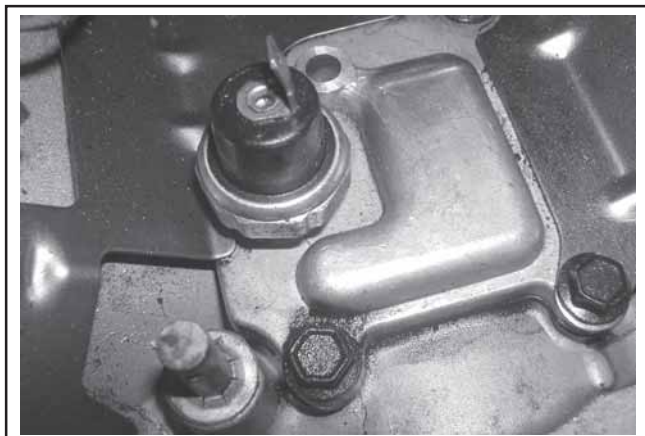

Figure 11-63. Pressostat Oil Sentry™ (certains modèles).
1. Appliquer du joint pour tuyaux avec Teflon® (Loctite® n° 59241 ou similaire) sur les filetages du pressostat Oil Sentry™ et le mettre en place sur le couvercle du reniflard. Voir la Figure 11-63. Serrer les vis au couple de **4,5 N·m (40 in. lb.)**.